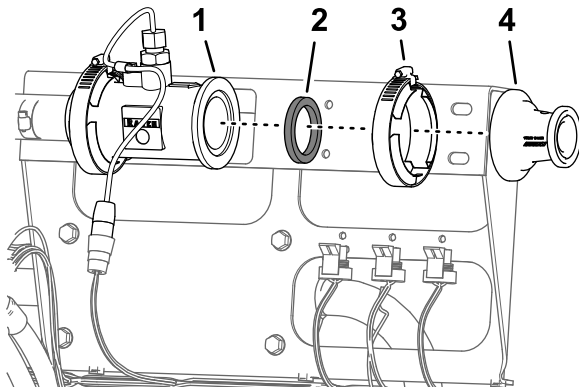

Figura 69
6. Retire la brida de fijación de 51 mm y la junta de 38 mm que sujetan la brida del adaptador a la brida del caudalímetro (Figura 69).